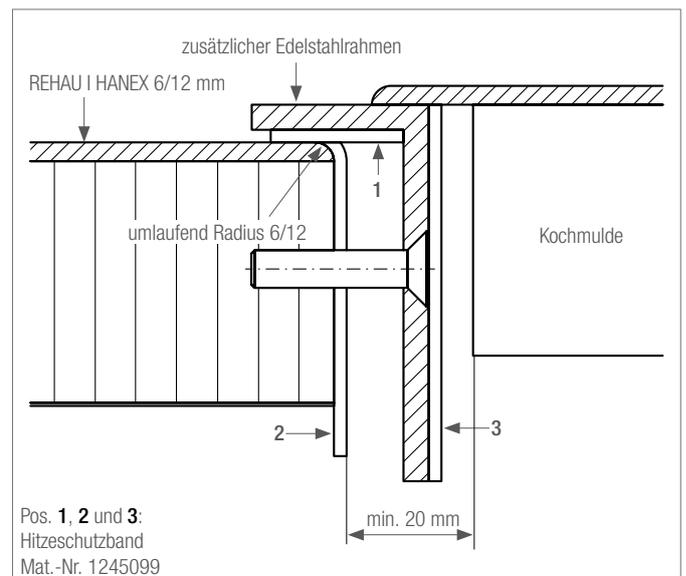

Abb. 6-21 Einsatz des Hitzeschutzbands
Maße des Einbauteils kontrollieren (innen liegendes Gehäuse und Bördelrand). Der Abstand zwischen Kochmulde und Arbeitsplattenausschnitt muss an allen 4 Seiten min. 7 mm betragen, Innenecken des Ausschnittes min. Radius R10 (Abb. 6-21 und Abb. 6-22)
**Für Arbeitsflächen wird das Finish matt, bei dunklen Dekoren das Finish supermatt empfohlen.** Das Hitzeschutzband Mat.-Nr. 1245099 aus den Komponenten Schaum- und Aluminiumband wird umlaufend ohne Unterbrechung an den Ausschnittskanten bis zur Oberkante des REHAU I HANEX Materials (Auslauf des Radius R3) angebracht. Das Hitzeschutzband ist 50 mm breit und der Überstand über die Arbeitsplatte soll frei nach unten hängen (Abb. 6-21 und Abb. 6-22). Der Bördelrand des Kochfeldes darf nicht direkt auf der REHAU I HANEX Oberfläche aufliegen, **es ist immer das vom Kochfeldlieferanten beigefügten Schaumband unter dem Bördelrand vor Einbau der Kochmodulen zu fixieren (Abb. 6-21 und Abb. 6-22).**